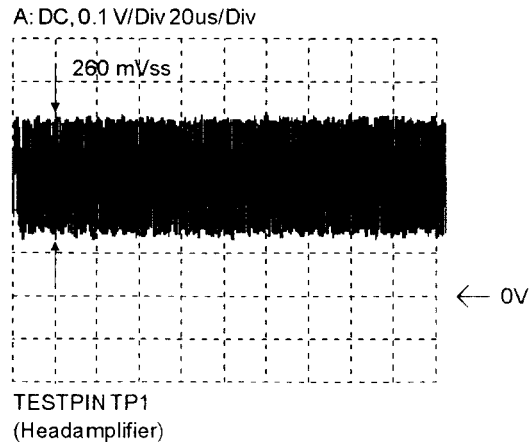

Fig. 2
- Mit Widerstand 3099 die Amplitude des Signals auf folgenden Pegel einstellen (Fig. 2).